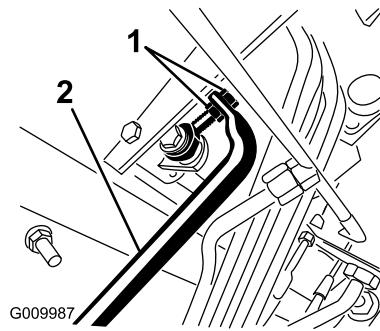

Figura 71
- Ajuste las contratueras del extremo de la varilla de la bomba para desplazar el tubo de control de la bomba hacia adelante, para eliminar el movimiento de la máquina hacia adelante, o hacia atrás, para eliminar el movimiento hacia atrás (Figura 71).